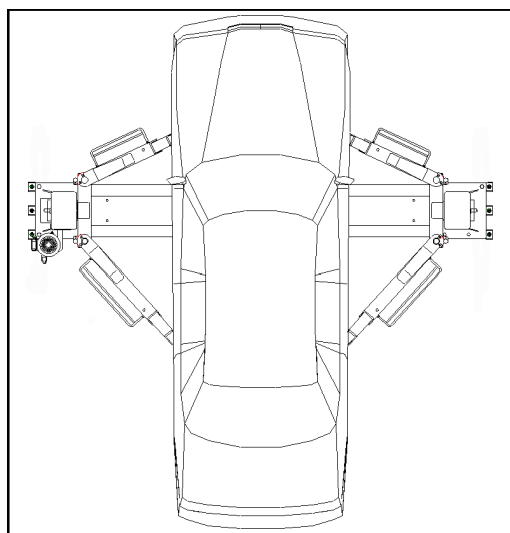

Fig. 10 Korrekt lastat fordon
Det är viktigt att placera fordonet på lyften så att vikten fördelas korrekt mellan armarna. (*Fig. 10*) För person- och utrustningssäkerhet är det viktigt att:
- ◆ Fordonet är korrekt placerat. (*Fig. 10*)